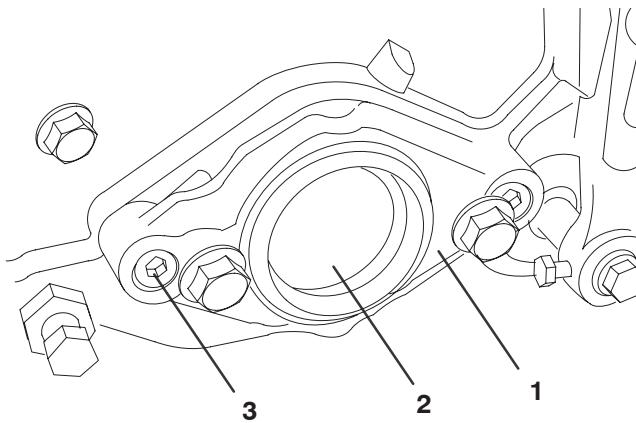

Figure 14
B. À l'extrémité droite du plateau de coupe, retirez l'obturateur en plastique du logement des roulements (Fig. 14).
C. Retirez les 2 vis Allen qui fixent le support du moteur sur l'extrémité droite du plateau de coupe. Déposez le support du moteur (Fig. 14).